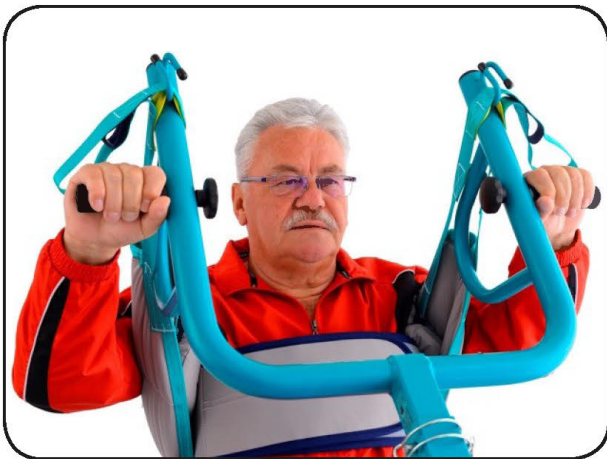
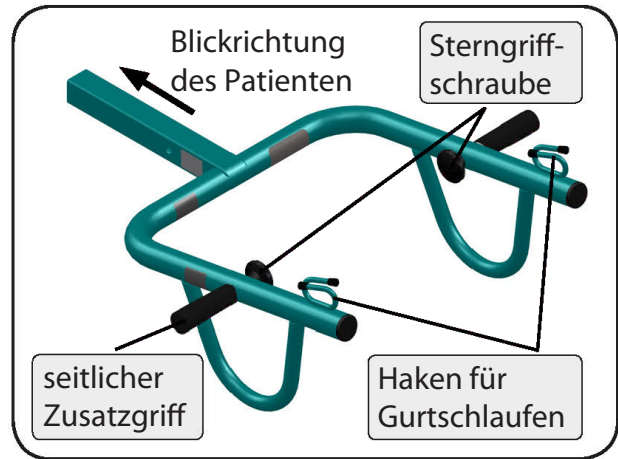
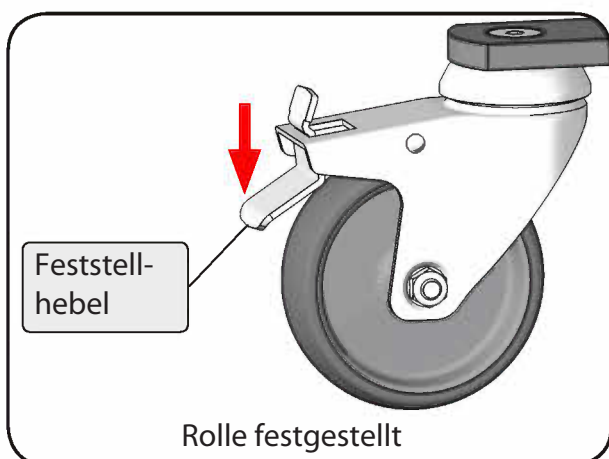
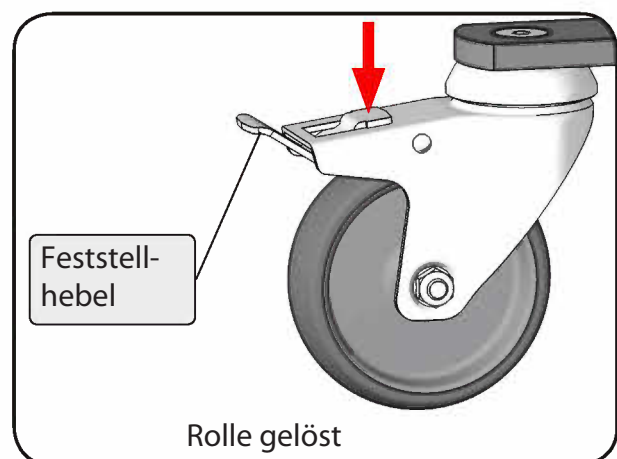

Abbildung 28
Abbildung 29
Abbildung 40
Abbildung 41
18. Wiederholen Sie nun die Punkte 14-19 für den seitlichen Zusatzgriff der anderen Hebearmseite. Die seitlichen Zusatzgriffe sind jetzt fest montiert und können ab sofort sicher verwendet werden (Abbildung 28 und Abbildung 29).
Die Feststellbremsen gehören zu den wichtigen Sicherheitselementen eines aks-Patientenlifters. Die hinteren Rollen sind mit Feststellbremsen ausgestattet, welche direkt auf die Räder wirken. Drücken Sie zum Blockieren der Rollen mit dem Fuß die Feststellhebel bis zum Anschlag (Abbildung 28). Der aks-Patientenlifter lässt sich in diesem Zustand nicht mehr schieben. Drücken Sie zum Lösen der Rollen auf den nach oben stehenden Feststellhebel (Abbildung 40 und Abbildung 41).